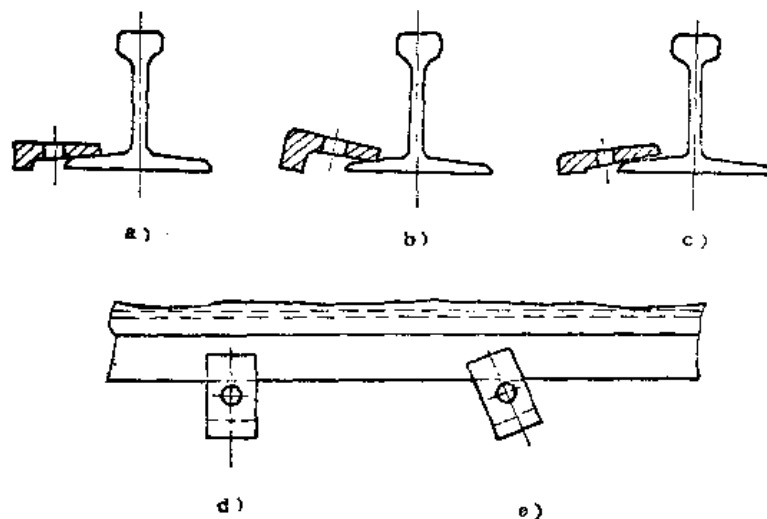

图8-1-20 压板固定方法
⑤ 轨道接头标高最大误差不得大于0.1mm，左右偏差不得超过1mm，在接头标高的超高部分，可用手提式砂轮机进行修整，其倾斜度不得小于1/100，轨道接头的间隙允差为1~2mm。
⑥ 轨道接头离支承点的距离不得超过300mm。两轨道接头要错开，错开距离不得小于500mm。
① 张紧台运动方向对轨道中心线的平行度允差在全张紧行程上不得大于0.5mm。
② 张紧台的滑板底面应与轨道顶面保持平行，其允差为1mm。
③ 张紧台滑板应水平安装，其水平允差为0.5/1000，并只允许外高内低。
④ 张紧台的标高要略高于固定轨道。
6) 压板固定 固定轨道的压板应与轨道翼缘紧密贴合，放正并压紧（图8-1-20）。